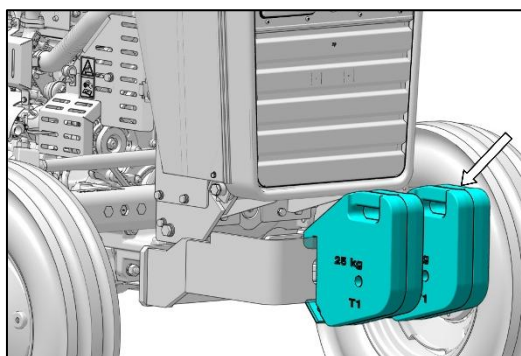

Fig. 161 – SLEPEN AAN VOORKANT
- a. Om de tractor te trekken kunt u het haakpunt gebruiken (1 in Fig. 161) (pendiameter 30,0 + 1,5/- 0,0 mm).